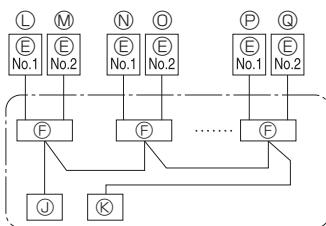

Fig. 6-2
6.1. Utomhusenhet (Fig. 6-1, Fig. 6-2)
- Hänvisa till fig. 6-1 och fig. 6-2 när kablarna dras.